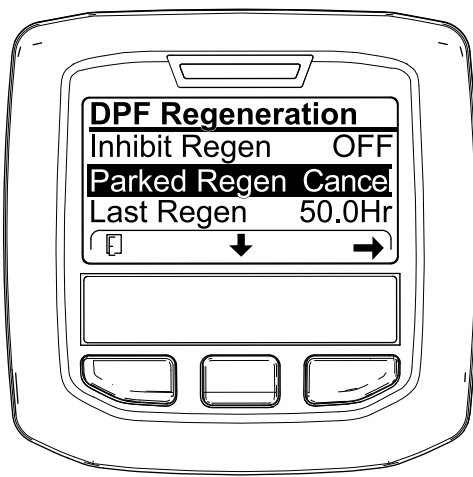
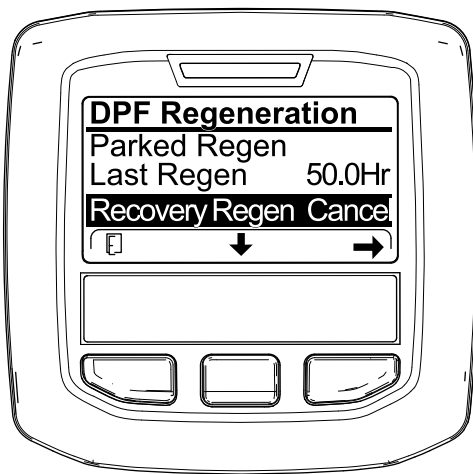

Figura 98
Figura 99
- Acceda al menú DPF Regeneration (Regeneración de DPF) (Figura 98).
2. Pulse el botón central para desplazarse hacia abajo, hasta la opción PARKED REGEN CANCEL (Cancelación de regeneración con máquina aparcada) (Figura 98) o la opción RECOVERY REGEN CANCEL (Cancelación de regeneración de recuperación) (Figura 99).
3. Pulse el botón derecho para seleccionar la opción Regen Cancel (Cancelación de regeneración) (Figura 98 o Figura 99).